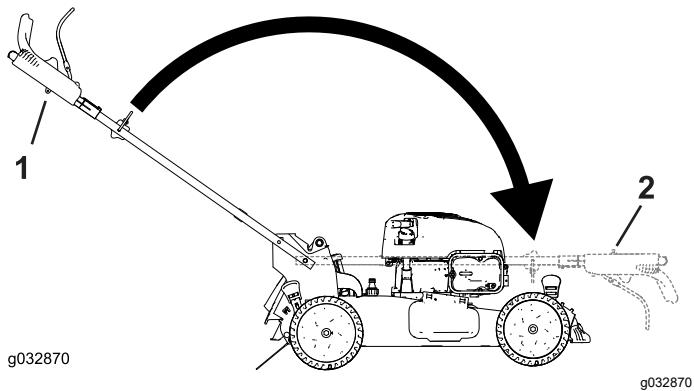

Figura 23
- Piegare la stegola, ruotandola in avanti (Figura 23).